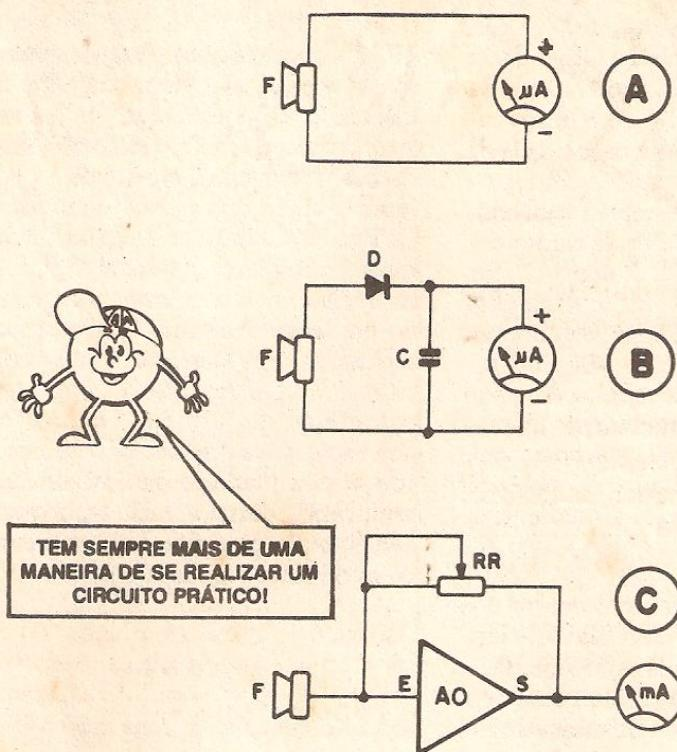

Fig.1
Em tese a sua idéia é perfeita, Nelson! É, inclusive, uma maneira "esperta" de pensar, tentar partir de dispositivos ultra-econômicos, "auto-alimentados", que não requeiram pilhas, baterias ou energia de C.A. para seu funcionamento...! Também à luz da Teoria, pura e simples, sua idéia é funcional... Agora vejamos aspectos práticos mais consistentes, "para ver se dá"...: o seu "projeto" inicial pode ser diagramado conforme a fig. 1-A, com o alto-falante/microfone, diretamente ligado dos terminais do galvanômetro. Ocorrem, aí, alguns probleminhas práticos quase insolúveis: os pulsos de Tensão gerados pelo alto-falante, na presença de Som, serão muito breves, insuficientes (no tempo e na energia...) para causar deflexões "visíveis" no ponteiro do microampímetro... Outra coisa: o considerável "descasamento" de impedâncias (a do alto-falante será - normalmente - muito mais baixa do que a do galvanômetro dessa sensibilidade...) prejudicará ainda mais a "transferência" da energia (que já é pouca...) entre falante e microampímetro, com o que ficará ainda mais improvável uma indicação consis-
Realmente, Jeremias, o desempenho de módulo tão simples quanto o do AMPLIFICADOR/REFORÇADOR chega a ser fantástico, considerando o belo "reforço" e a boa fidelidade do som... Entretanto, vôos mais altos, quanto à Potência, não são recomendados a partir daquela estrutura circuitual, por uma série de motivos: primeiramente, pela configuração com o alto-falante constituindo a própria e direta "carga" de coletor do TIP31, a bobina do transdutor permanece (havendo ou não sinal a ser amplificado...) o tempo todo "sob Corrente", o que causa dois "probleminhas"... Uma constante "pressão" mecânica sobre a estrutura de amortecimento e retorno do cone do alto-falante, e uma dissipação relativamente alta, mesmo em "espera", no transistão de Potência... Considerados os parâmetros inicialmente calculados, podemos "passar por cima" desses probleminhas, sem com isso causar danos aos componentes, ou excessivo desperdício de energia no circuito... Se, porém, tentarmos "puxar" mais Potência do arranjo básico (esquema na fig. 1 - pág. 44 - ABC nº 13), agravaremos exponencialmente esses "defeitos", a ponto de tornar inviável a "coisa"...
**- FIG. 1 - O "JEITÃO" DO MÓDULO BÁSICO** - A ilustração mostra uma estilização do módulo com 550 pontos de ligação. Normalmente, o corpo plástico do módulo repousa sobre uma superfície de metal ou madeira, mais ampla (de modo a dar bom "equilíbrio" ao conjunto), eventualmente dotada de pés de borracha (para que o conjunto não deslize na bancada, durante o uso...). Nessa superfície/base costumam estar instalados alguns bornes para facilitar o acesso externo de importantes "periféricos", notadamente as linhas de alimentação do circuito... O módulo é fixado à base através de 4 parafusos, nos cantos. Os tie points (pontos de ligação) são representados, na figura, por aqueles pontinhos negros, rigorosamente ordenados e
**FIG. 2 - DANDO UM "ZOOM" NOS CONJUNTOS DE TIE POINTS** - Se alguém afi ainda não "pegou" bem como é feito o arranjo elétrico interno do Módulo básico, basta observar com atenção a figura, onde fizemos uma "ampliação" de um setor do dito cujo, incluindo uma espécie de "radiografia" das conexões internas... Comparem cuidadosamente a figura com a anterior (fig. 1) e notem que agora, cada um dos quadradinhos representa um tie point, enquanto que as ilhas mais grossas (que ligam entre si os quadradinhos/tie points de cada linha ou coluna específica...)